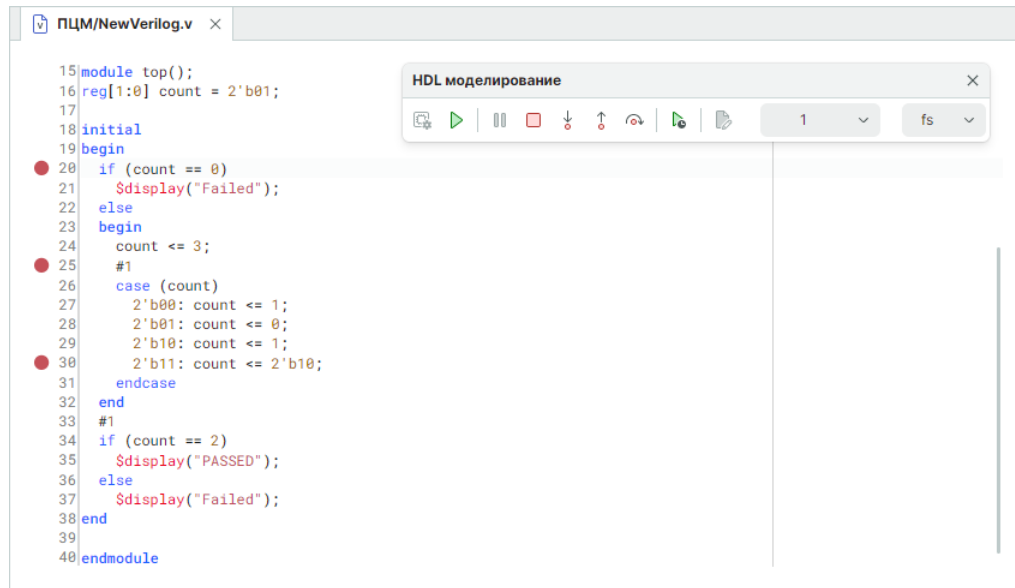

Рис. 37 Расстановка точек останова
3. Выберите строчку кода, перед выполнением которой необходимо остановить процесс моделирования, и нажмите левую кнопку мыши, см. Рис. 37.